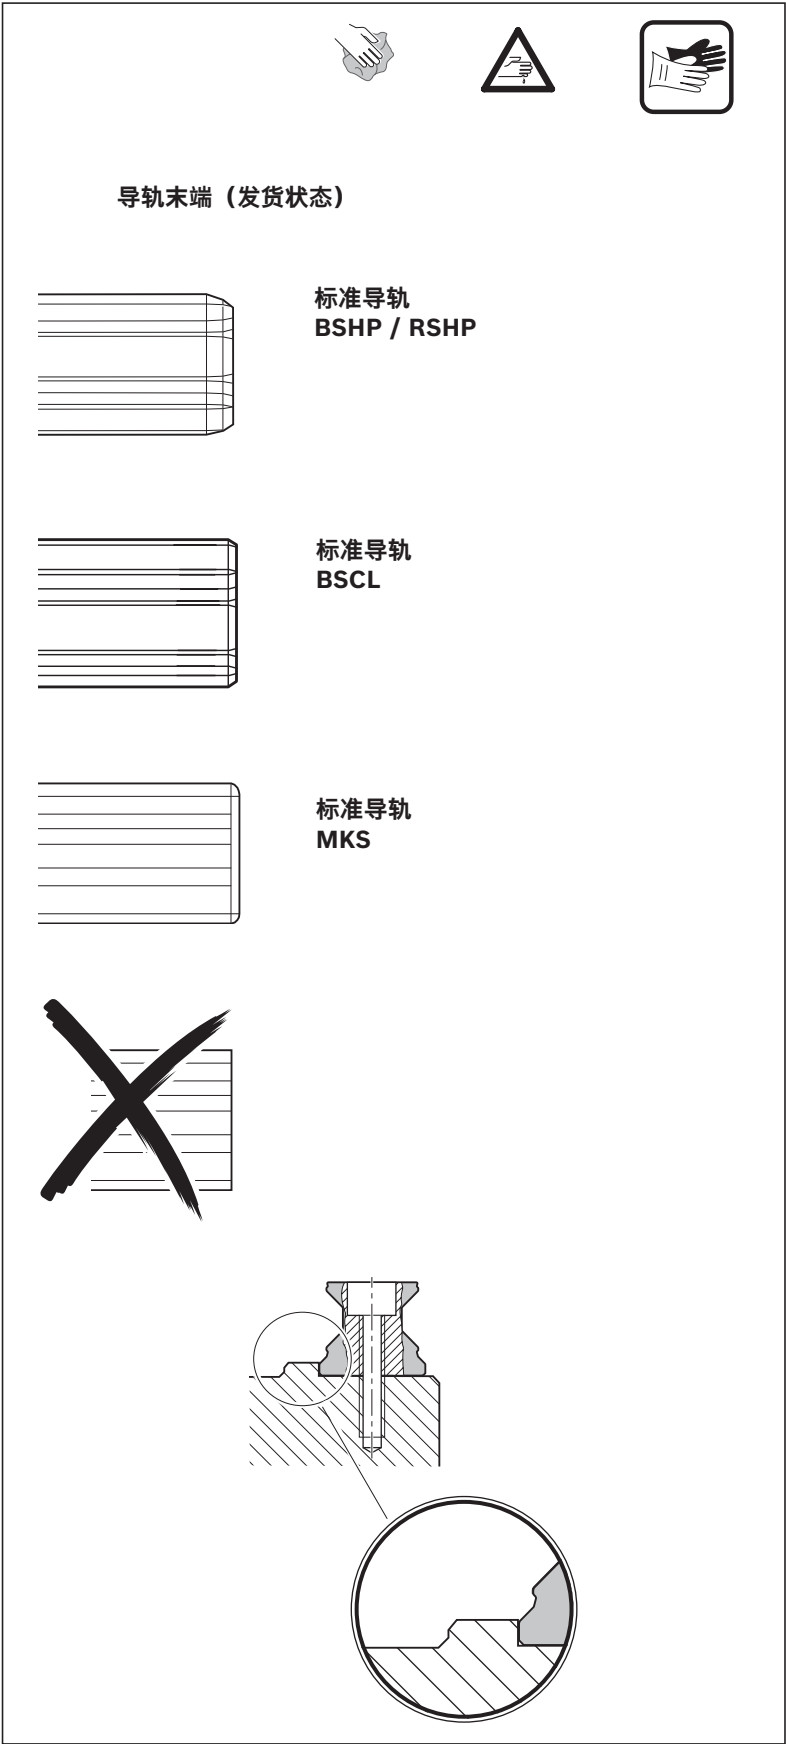

Fig. 11: 准备导轨
- ▶ BSHP/RSHP 导轨以出厂长度/包装单位发货时，导轨两端必须按照图 11 进行倒角。对此更多信息见说明书“便捷定制 R320103159”。